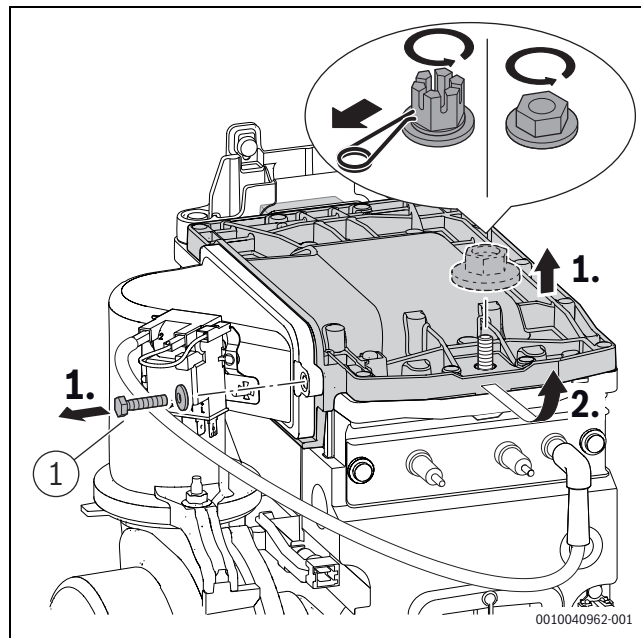

Bild 57 Brennerdeckel ausbauen
- ▶ Schraube ([1], Bild 57) am Brennerdeckel mit 5,5+0,5 Nm festziehen.